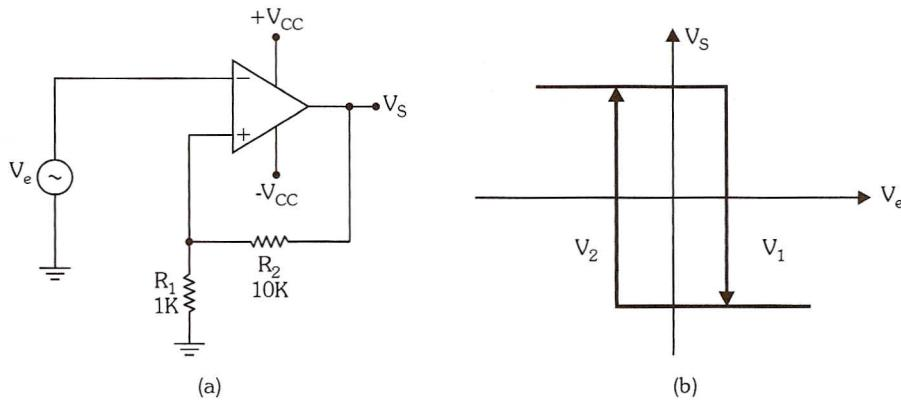

Figura 1.64: (a) Circuito comparador de zero com histerese, (b) curva de transferência.
1. Considere o circuito da Figura 1.64 com os valores $R_1 = 2K$ e $R_2 = 10K$. Desenhar a forma de onda de saída se a entrada for senoidal e de $4V_P$ e $V_{Sat}(+) = +14V$ e $V_{Sat}(-) = -14V$.